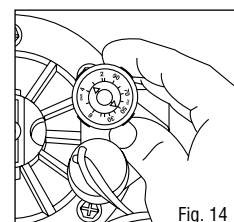

Fig. 14
1. Gire el selector de regulación en la parte de arriba del Accu-Set hasta que la flecha que aparece debajo del selector de regulación ajustando hacia la presión de caudal deseada. Consulte la ilustración 14.